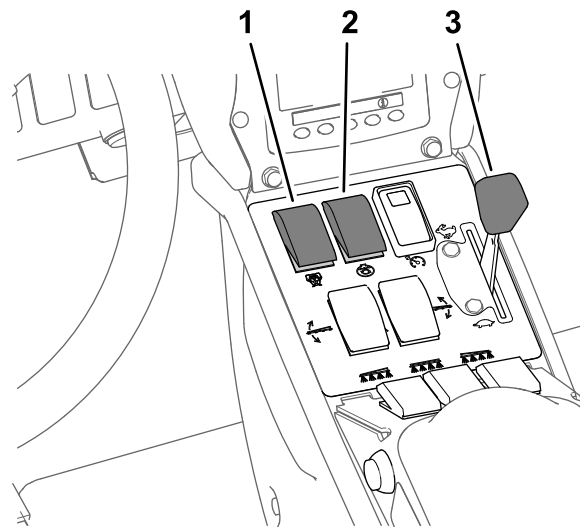

Figura 45
- Ponga el interruptor de agitación y el interruptor de la bomba de fumigación en la posición de ACTIVADO (Figura 45).
- Mueva el acelerador a la posición de RÁPIDO (Figura 45).
Nota: Este procedimiento supone que la bomba de fumigación está activada; consulte Figura 45, en Fumigación en el Modo de caudal de aplicación \(página 39\).
4. Ajuste el acelerador a la velocidad de motor deseada para la fumigación; consulte Figura 45, en Fumigación en el Modo de caudal de aplicación \(página 39\).